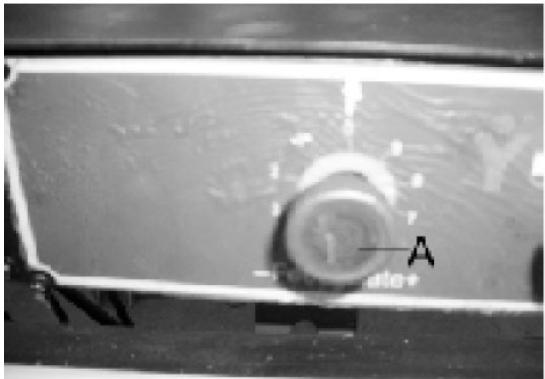

Рис. 11
Давление резания пильной рамы было отрегулировано на заводе-изготовителе и не требует каких-либо изменений. При необходимости регулировки давления резания следует установить пильную раму в горизонтальное положение. Ослабить стопорную гайку (A), регулируя давление (рис. 11).